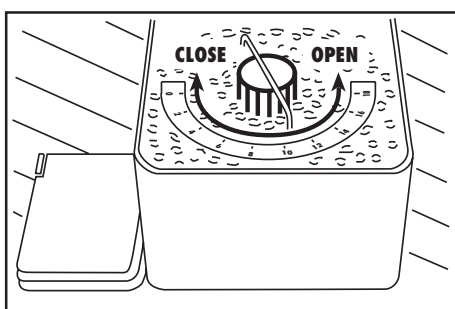

Fig. 9
- Verificar que la manecilla de cierre del contenedor de café se gire en sentido contrario a las agujas del reloj en posición "OPEN" (fig. 9).
Ante cualquier indicador de café encendido, verificar que la manecilla de cierre esté abierta en posición "OPEN" (fig. 9).